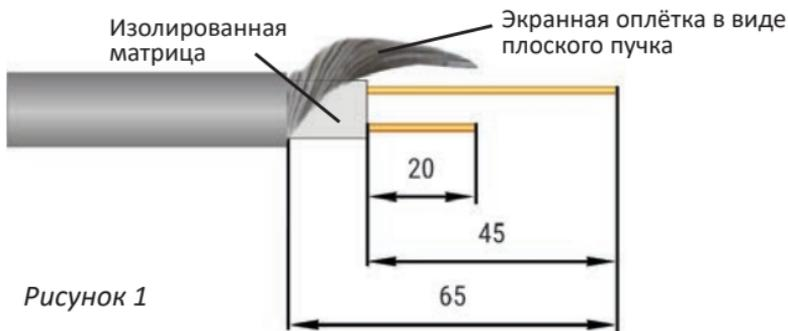

Рисунок 1
5.1. Снять оболочку с одного конца кабеля на длине 65 мм (рисунок 1).
5.3. Удалить изоляцию у обоих нагревательных жил на длине 45 мм (рисунок 1).
5.4. Укоротить одну жилу на 25 мм (рисунок 1).